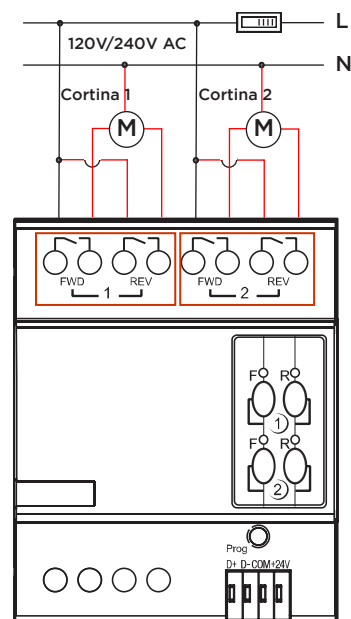

Figura 5. Conexión Eléctrica - Ejemplo
- Se recomienda instalar un disyuntor entre el módulo y la fase que alimenta los canales del módulo, como se muestra en la Figura 5.